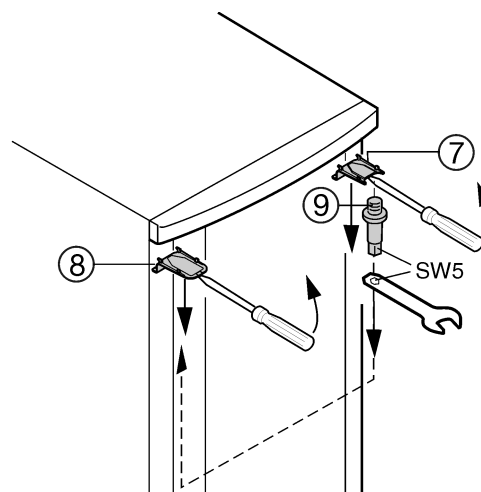

Fig. 5
- ▶ Foroven løsnes afdækning Fig. 5 (7) og afdækning Fig. 5 (8) foran med en skruetrækker og tages af i skråt nedadgående retning.
- ▶ Lejebolte Fig. 5 (9) drejes ud og drejes ind på den modsatte side. Benyt hertil indersekskantnøglen af den vedlagte gaffelnøgle.
- ▶ Montér atter afdækningen Fig. 5 (7) på lejeboltens side: sæt i bagved, så det falder i hak foran.
- ▶ Montér afdækningen Fig. 5 (8) på den modsatte side: sæt i bagved, så det falder i hak foran.
- ▶ Døren hænges ind i lejebolten Fig. 5 (9) og døren lukkes.